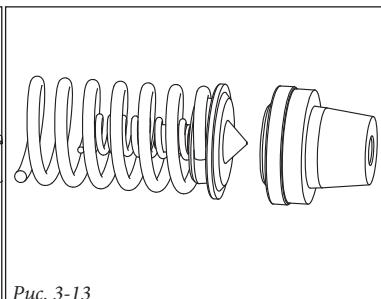

Рис. 3-12
- отедините блок воды/газа и газовую рампу от стойки подачи воды на (Рис. 3-12) и одновременно извлеките большую пружину и пружину модулирующего клапана (Рис. 3-13);